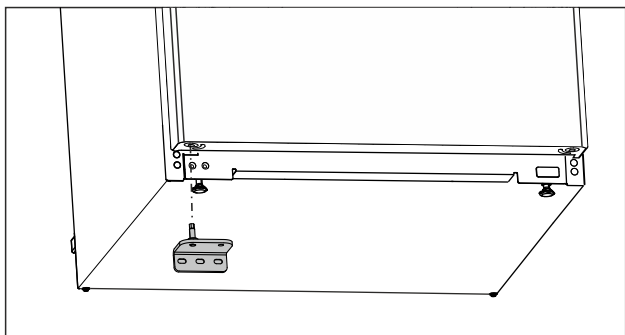

Fig. 21
- ▶ Вставте нижній опорний кронштейн із протилежного боку. (див. Fig. 21)